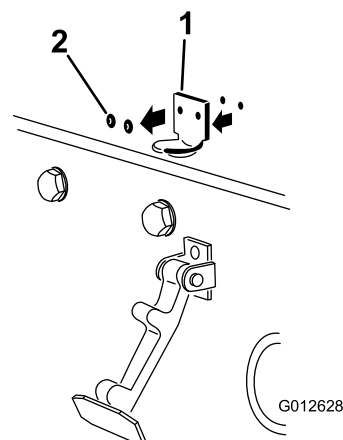

Figura 34
2. Îndepărtați cele 2 nituri care fixează colierul clichetului capotei pe capotă (Figura 34).
Notă: Colierul clichetului trebuie să fie în contact cu capota (Figura 34).